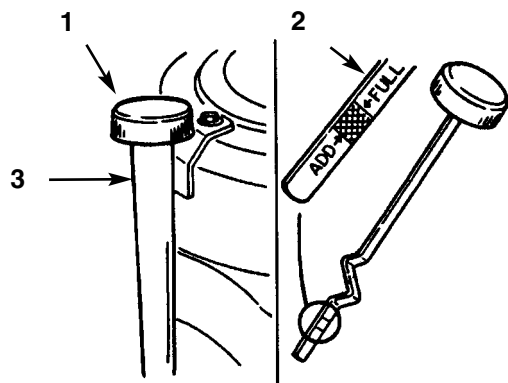

Fig. 32
1. Parkér klipperen vannrett, koble knivkontrollen fra, sett parkeringsbremsen på og dreii tenningsnøkkelen til "OFF" (AV) for å stoppe motoren.
3. Gjør rent rundt peilepinnen (fig. 32) for å hindre at urenheter kan trenge inn i motoren og skade den.
4. Skru ut peilepinnen og tørk metallenden ren (fig. 32).
5. Skru peilepinnen helt ned i røret (fig. 32), og ta den opp igjen og les av nivået. Hvis oljenivået er lavt må du etterfylle langsomt via røret, men bare nok til at det kommer opp til "FULL"-merket.
7. Hell ca. 80 av spesifisert oljemengde langsomt ned i påfyllingsrøret (fig. 32) og undersøk oljenivået, se Oljenivået undersøkes, side 33, pkt. 4 og 5.
5. Hell ca. 80% av spesifisert oljemengde langsomt ned i påfyllingsrøret (fig. 32) og undersøk oljenivået, se Oljenivået undersøkes, side 33, pkt. 4 og 5.